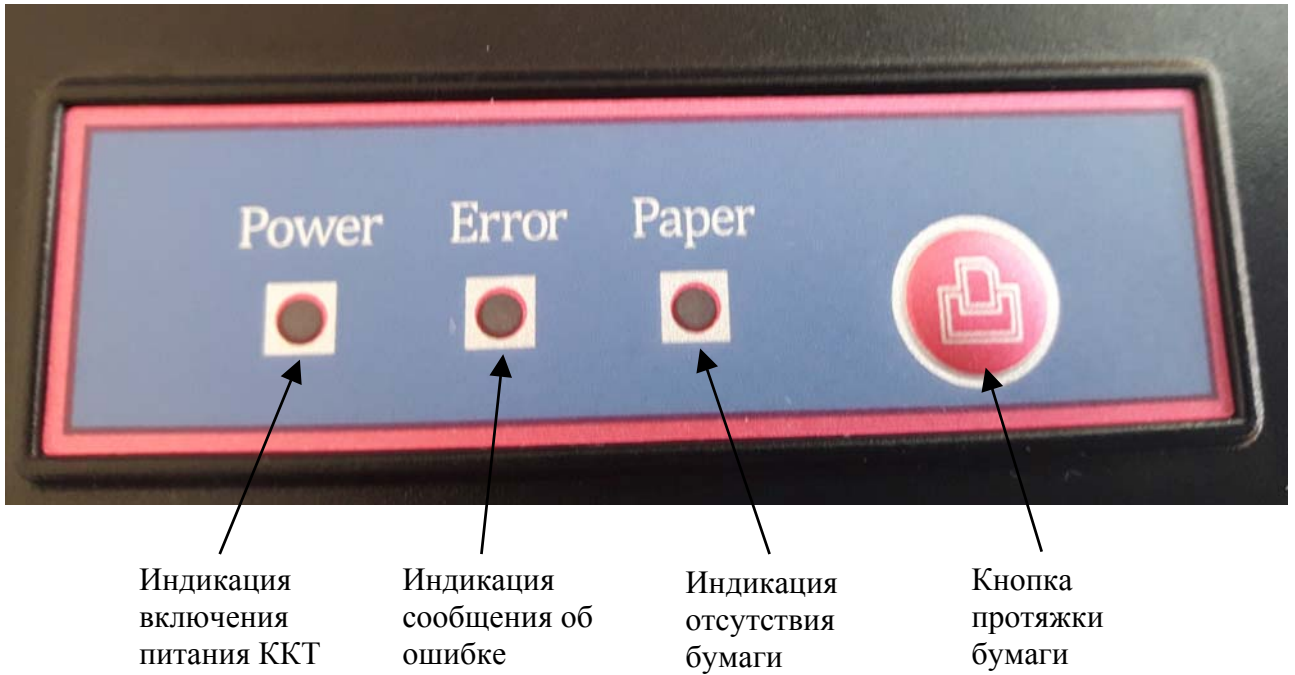

Рисунок 1.3 – Органы управления и индикации на передней стороне корпуса ККТ
1.6.4 На передней стороне корпуса ККТ размещены следующие органы индикации и управления (рисунок 1.3):